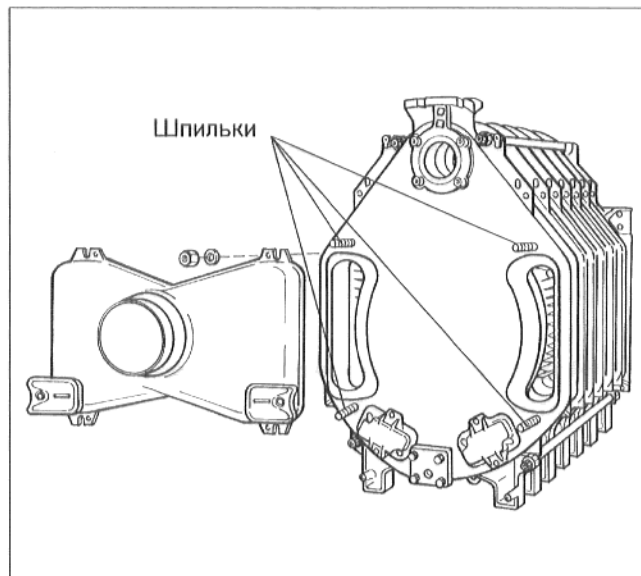

Рис. 17
- Насадить дымосборник на шпильки заднего элемента котла соответственно изображению на рис. 17. Надеть на шпильки шайбы и закрепить дымосборник гайками.